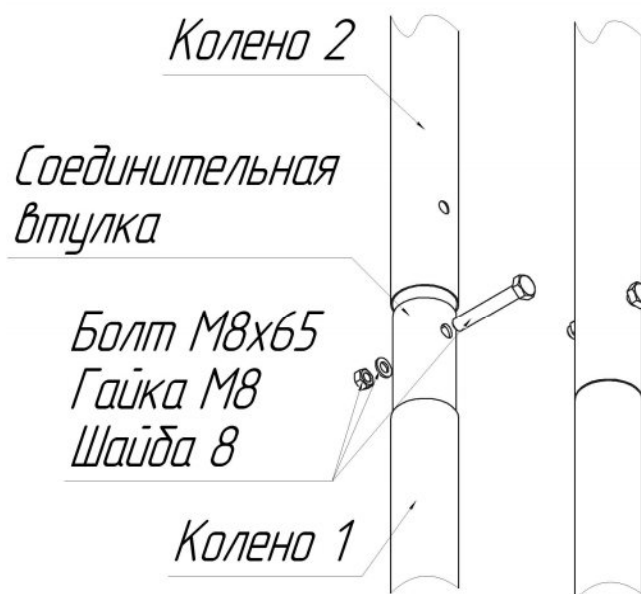

Рисунок 2 – Сборка мачты
6.1.3 Установить колено 2 в соединительную втулку колена 1, закрепить болтом. (Рисунок 2).
6.1.4 Установить соединительную втулку колена 3 в колено 2, закрепить болтом. (Рисунок 2).